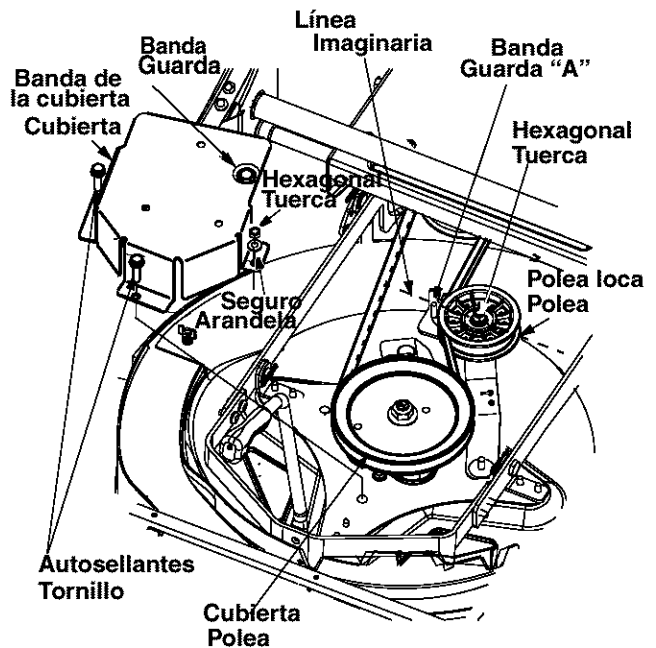

Figura 17
- Use una llave de 1/2" para retirar los dos tornillos autoroscantes, la arandela de cierre y la tuerca hexagonal que sostiene la cubierta. Vea Figura 17. Para ello, tendrá que trabajar por el lado izquierdo superior de la podadora. Retire la cubierta de la banda.
- Use una llave de 9/16" para aflojar la tuerca hexagonal en la polea local. Ver Figura 17.
- Coloque la nueva banda alrededor de la polea de la cubierta y la polea del motor asegurándose de que la banda entre en la canal de la banda. Hay dos guardas de la banda bajo el recolector de césped, uno en la polea loca y otro bajo la cubierta de la banda. Ver Figura 17.
NOTA: Una línea imaginaria entre la guarda de la banda y la polea loca deberá ser paralela al marco. Ver Figura 17.